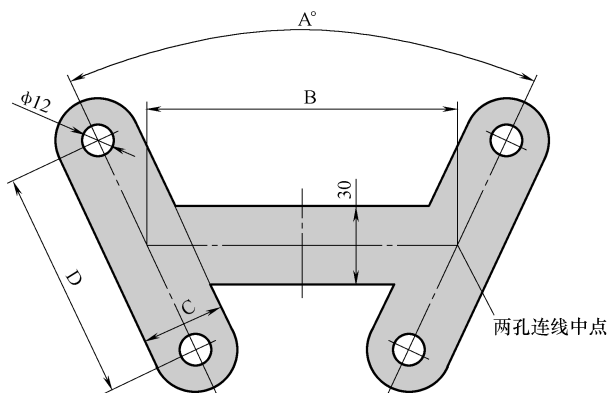

图 A-18 练习题 18
18. 请参照图 A-18 绘制图形，注意图中的对称、同心等几何关系。请问图形中深色区域的面积是多少？